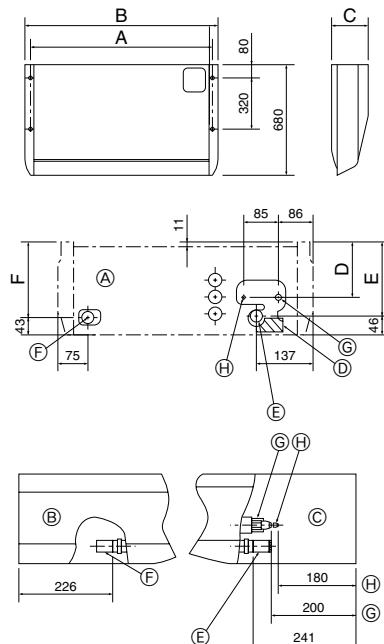

Fig. 3-2
①	Bricka	4 st
②	Rörskydd	1 st Stor storlek (för gasrör)
③	Rörskydd	1 st Liten storlek (för vätskerör)
④	Band	4 st
⑤	Rörmuff	1 st Märkt UNIT
⑥	Rörkåpa	1 st
⑦	Skydd för dräneringsrör	1 st
3.2. Förberedelser för installation (Fig. 3-2)